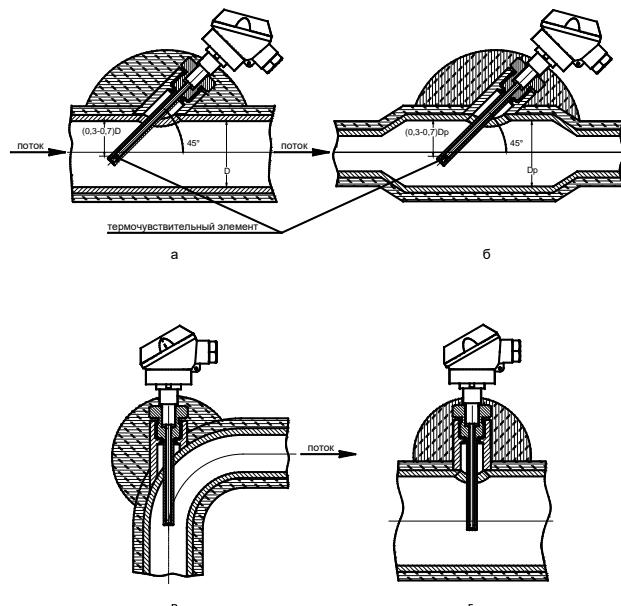

Рисунок 6.7 Рекомендуемые варианты установки термопреобразователей на трубопроводе
6.5.3 Если диаметр чувствительного преобразователя ТС превышает 0,13D, то допускается при установке ТС применять расширитель (рисунок 6.7 б), где D_р – внутренний диаметр расширителя.